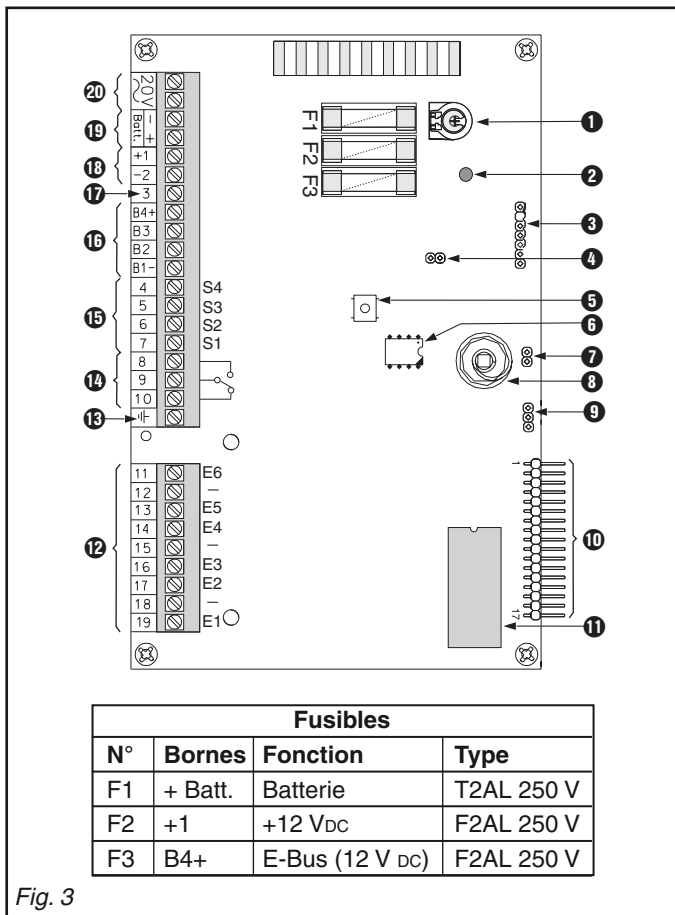

Fig. 3
### 3.2.1 Carte mère SM 120 (fig. 3)
Les raccordements sont représentés dans la fig. 3 et sur le schéma de raccordement collé à l'intérieur du couvercle. Les câbles secondaires doivent être attachés au minimum deux par deux au moyen de colliers.
En cas d'utilisation de câbles blindés, l'écran doit être connecté à la vis de terre (fig. 3 13). S'il y a plusieurs câbles blindés, tous les écrans doivent être ramenés à cette vis.
Le cavalier ST3 doit être sur la «Position PC», ainsi la connexion ③ (fig. 3) peut être utilisée pour Sylcom ou pour l'Impression